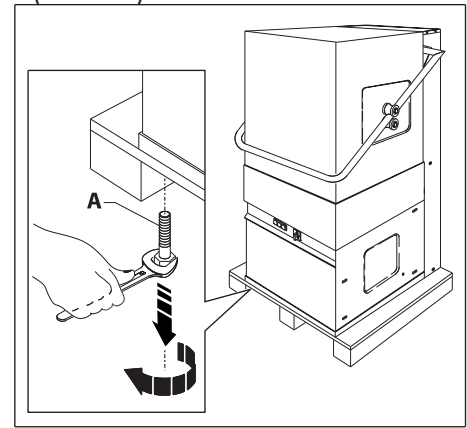

Abb. 3
2. Die beiden „A“-Schrauben, mit denen der Geschirrspüler an der Transportpalette befestigt ist, entfernen (Abb. 3)